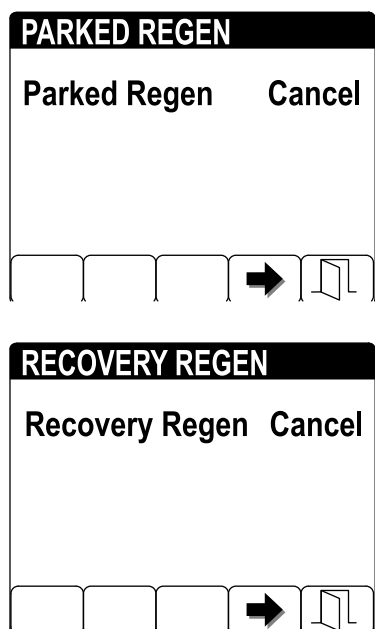

図 65
2. ボタン 4 で駐車再生を中止またはリカバリ再生を中止する 図 65。